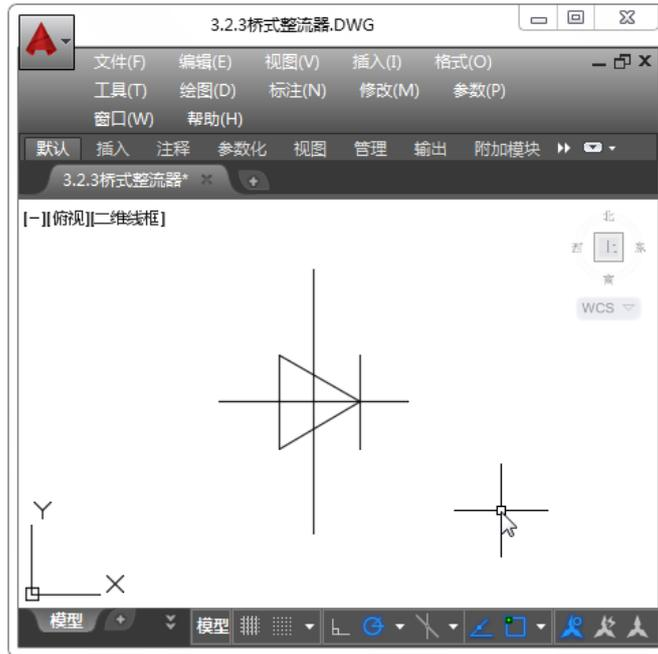

图 3-37 绘制竖线
Step08: 以水平线段的中点为起点, 分别向上、向下绘制长度为 14 的竖线, 如图 3-37 所示。